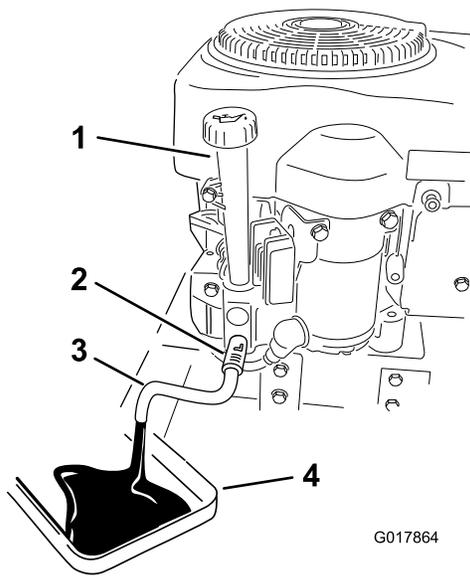

Bild 31
4. Reinigen Sie den Bereich um das Ablassventil und den Maschinenrahmen. Finden Sie den Ölablassschlauch und schieben Sie ihn auf das Ablassventil (Bild 31).
6. Stellen Sie eine Wanne direkt unter den Ölablassschlauch unter die Maschine, wie in Bild 31 dargestellt.
7. Drehen Sie das Ablassventil um eine Vierteldrehung nach rechts, um es zu öffnen, damit das Öl ablaufen kann. Nehmen Sie den Öleinfüllstutzendeckel/Peilstab ab (Bild 31).
10. Gießen Sie ca. 80 % der angegebenen Ölmenge langsam in den Einfüllstutzen (Bild 31). Prüfen Sie den Ölstand; siehe Prüfen des Ölstands“.